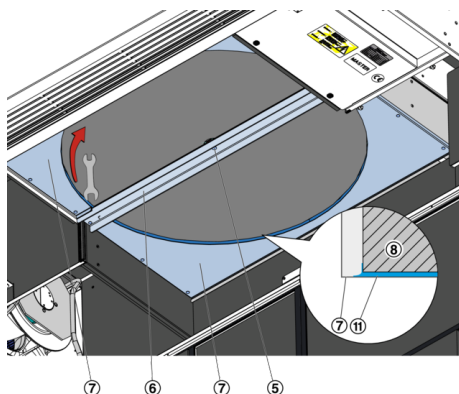

Abb. 92: RWT-Gehäuse schließen
8. ▶ Blech (Abb. 92/7) und Traverse (Abb. 92/6) mit Schrauben wieder montieren.
Mittelschraube (Abb. 92/5) mit Schraubensicherung (z.B. Loctite 243) einschrauben.
Die an der Speichermasse befestigte Umlaufdichtung (Abb. 92/11), z.B. mit einem Schraubenschlüssel in Position bringen.
Die Innenseite der Umlaufdichtung ist nach außen gewölbt und muss unter das Blech (Abb. 92/7) geschoben werden.